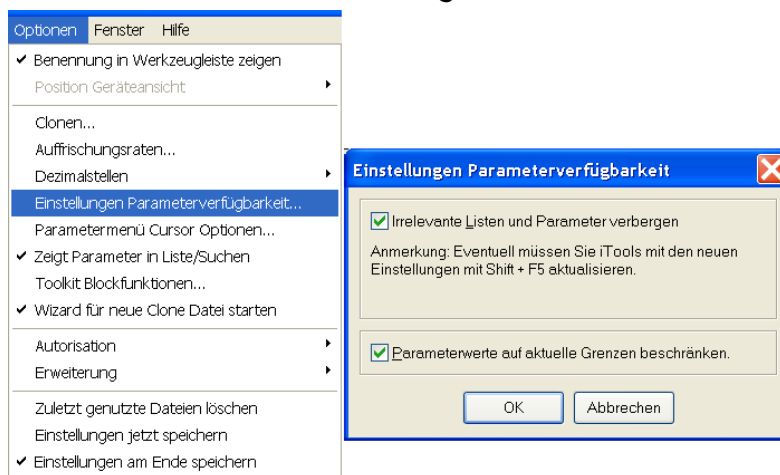

Abb. 6.4.1b Parameter ein-/ausblenden
3. Ausgeblendete Parameter. In der Voreinstellung blendet iTools Parameter aus, die im aktuellen Kontext nicht relevant sind. Solche ausgeblendeten Parameter können in der Tabelle über die Einstellung „Parameterverfügbarkeit“ im Optionsmenü eingeblendet werden (Abbildung 6.4.1b). Derartige Einträge werden mit einem schattierten Hintergrund angezeigt.